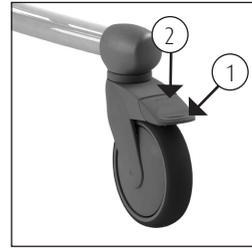

Figura 1 Rueda giratoria.
- El freno del Flexo se puede aplicar empujando hacia abajo el borde azul (1) del volante (ver figura 1).
- Para quitar el freno del Flexo, el mismo borde del volante debe moverse hacia arriba golpeando la parte superior del borde (2) (ver figura 1).